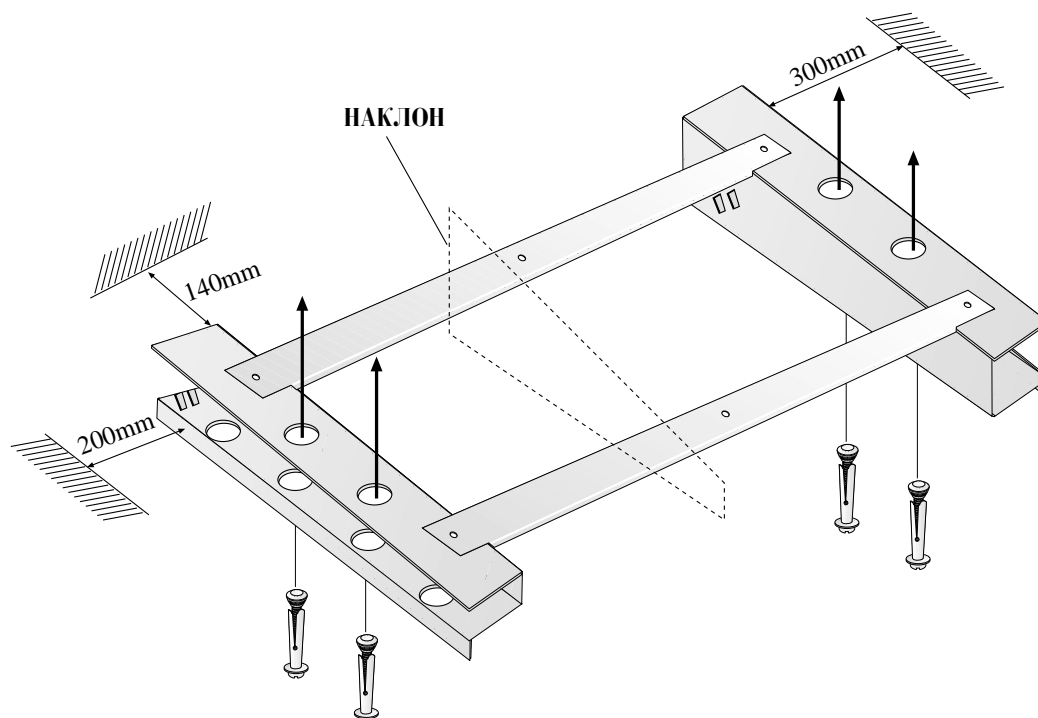

Рис. 2
- Для сборки потолочного кронштейна используйте 4 монтажные планки и 8 винтов и гаек UNC-10 (рис. 2).
- Размещение потолочного кронштейна должно обеспечивать минимальный зазор между внутренним агрегатом и соседними стенами, как показано на рис. 2 на обороте данного листа.